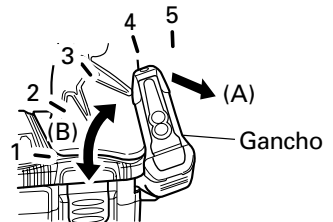

Fig. 5
(1) Operación del gancho
- Extraiga el gancho hacia sí en la dirección de la flecha (A) y gírelo en la dirección de la flecha (B). (Fig. 5)
- (2) La dirección de la luz se puede ajustar dentro del alcance de las posiciones 1 - 5 del gancho. (Fig. 5)